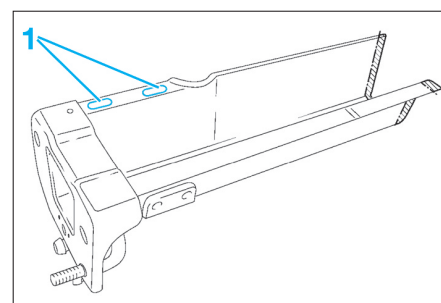

FIG. 77
- Effectuer des trous oblongs de 6 x 20 mm sur le longeron neuf (Fig.77).